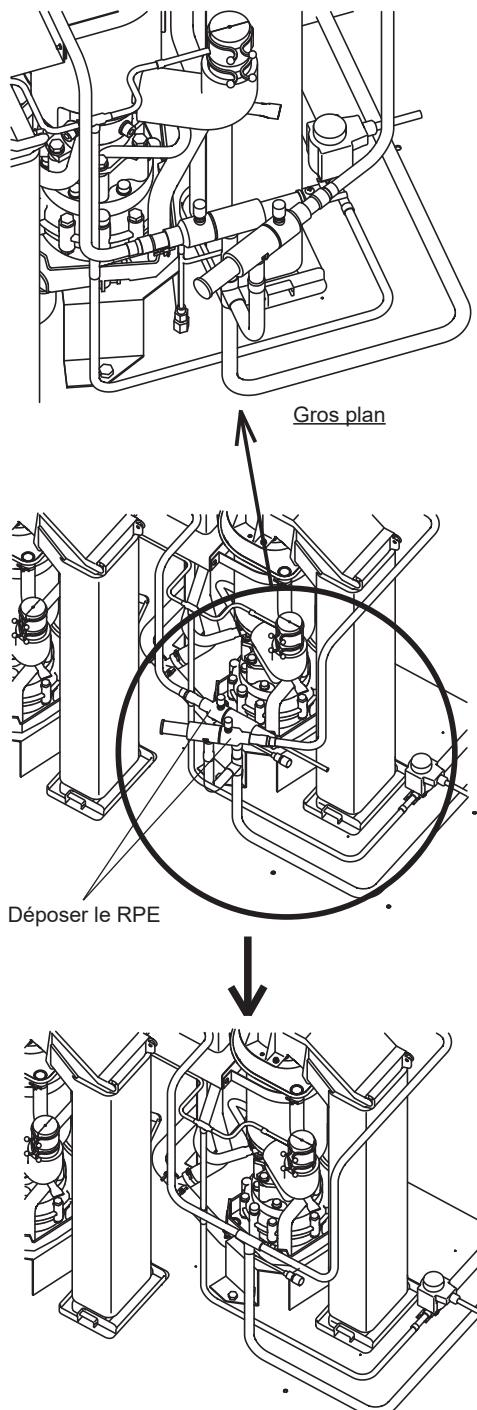

Fig. 8
- 1) Si la pression d'aspiration de l'unité de condensation dépasse 0,10 MPa (1,05 bar), déposer le RPE (régulateur de pression d'évaporation) de la conduite d'aspiration. Voir Fig. 8.